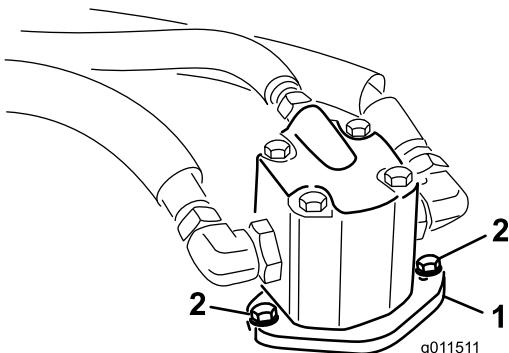

Figura 67
- Retire los pernos que sujetan el motor hidráulico a la unidad de corte (Figura 67). Retire el motor de la unidad de corte y póngalo encima de la unidad de corte.